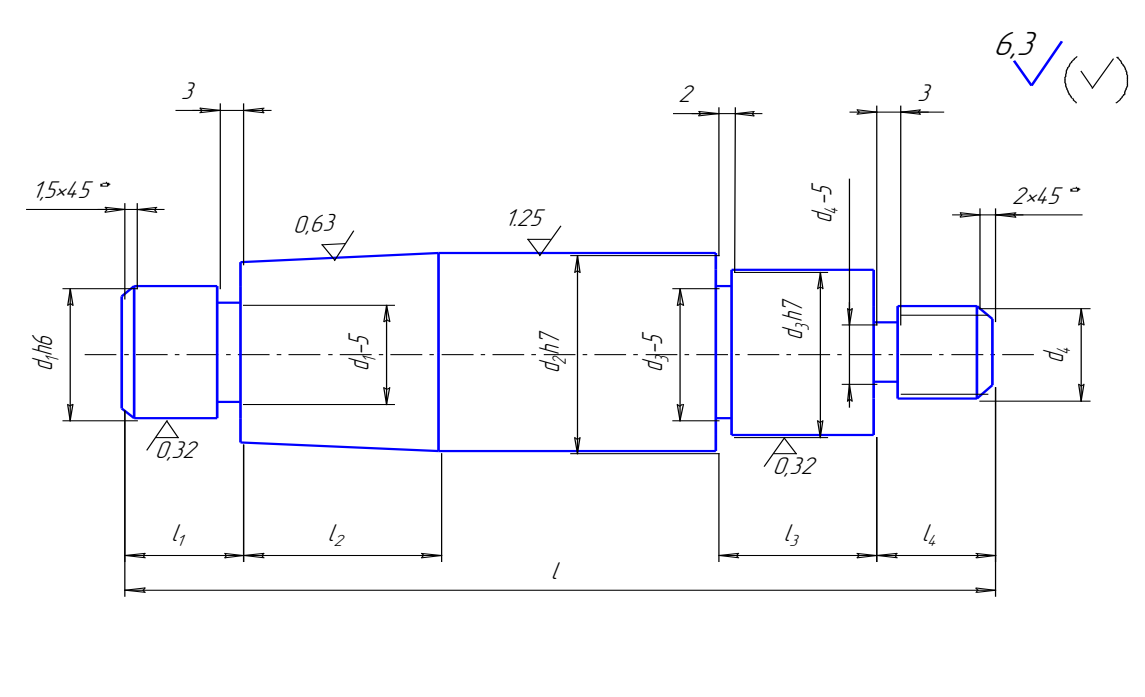

Рис. 1. Типовая деталь.
2. Ступенчатый вал (рис. 1) подвергается черновой токарной обработке в условиях мелкосерийного производства. В качестве заготовки принимается горячекатаный прокат круглого сечения нормальной точности. Исходная заготовка – штучная диаметром d_0 , массой m_0 . Токарной обработке предшествовала обработка торцов с выдерживанием размера L и зацентровка их с двух сторон. Материал детали – согласно таблице 1. Варианты приведены в табл. 1 для обозначений по рис. 1. Допуски на обрабатываемые размеры по $h12$. Требуется спроектировать токарно-винторезную операцию на указанную обработку?